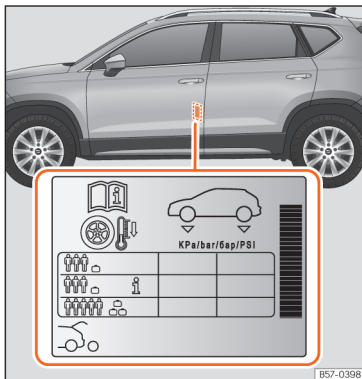

Fig. 219 Localização do autocolante da pressão de ar dos pneus.
- Adapte a pressão dos pneus à carga transportada pelo veículo »» **Fig. 219**.
Os valores da pressão de enchimento indicam-se na etiqueta autocolante situada na zona posterior da moldura da porta dianteira esquerda »» **Fig. 219**.
Dependendo do veículo, pode adaptar-se a pressão de ar dos pneus para meia carga para aumentar o conforto de condução (pressão de ar dos pneus **i** »» **Fig. 219**). Quando se circula com a pressão de ar de conforto, o consumo de combustível pode aumentar ligeiramente.
A pressão dos pneus tem de ser ajustada à carga momentânea do veículo. Se pretender utilizar o veículo com a carga máxima, terá de aumentar a pressão dos pneus para o valor máximo indicado na etiqueta »» **Fig. 219**.
No caso de uma roda de emergência mais estreita (125/70 R18), encher a 4,2 bar de pressão segundo indicado na etiqueta de pressão dos pneus »» **Fig. 219**.
- O condutor é responsável por garantir que todos os pneus do veículo estejam cheios com a pressão correta. A pressão de ar recomendada está indicada num autocolante » Fig. 219.
- Com os pneus a frio, deve manter-se sempre a pressão indicada no autocolante » Fig. 219.